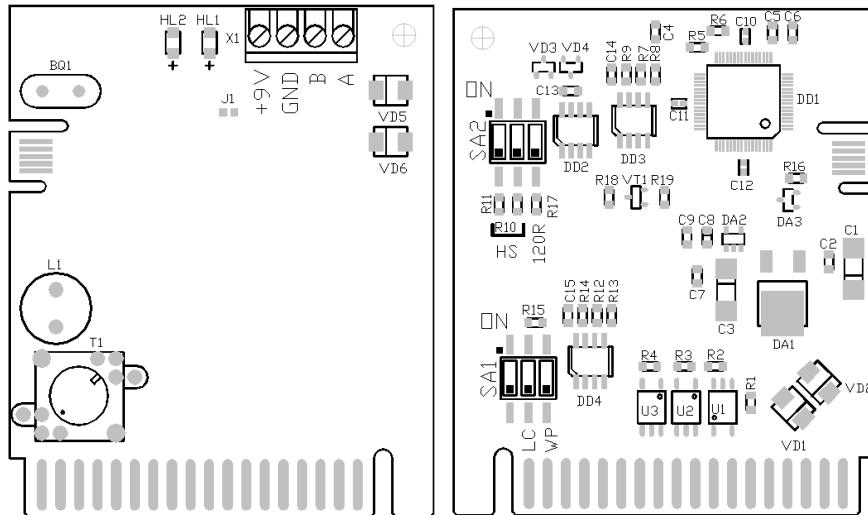

Рисунок 4.2. Лицевая и обратная сторона ПР RS485E
- установите переключатель SA2-3 (см. Рисунок 4.2) в положение, соответствующее месту данного узла в линии связи интерфейса RS-485: положение "**ON**", если узел завершает линию; противоположное положение, если узел является промежуточным узлом линии. Остальные переключатели установите в соответствии с таблицей (Таблица 4.1) и требуемой задачей. Неиспользуемые переключатели должны быть установлены в положение «**OFF**»;